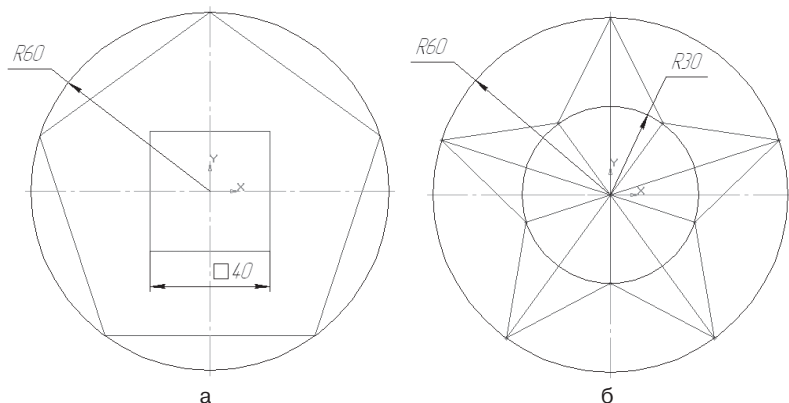

Рис. 70. Чертеж плоской детали
4. Постройте чертеж плоской детали (рис. 70).